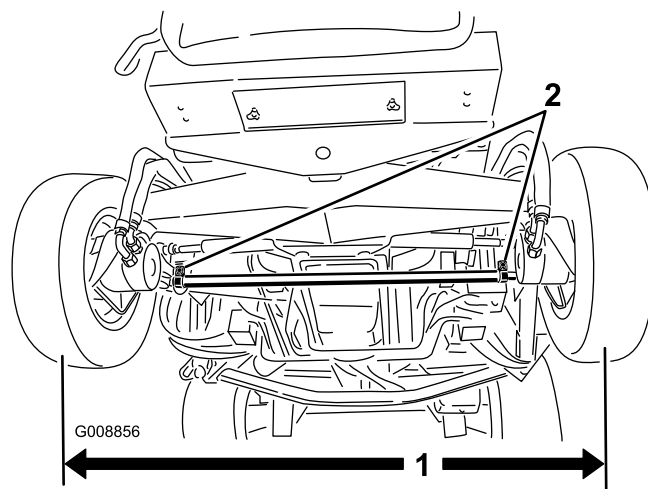

図 76
2. 調整は、まずタイロッド両端のクランプをゆるめる（図 76）。
1. 後輪の前と後ろで、左右のタイヤの中央線間距離を測る（アクスルの高さ位置で計測）（図 76）。前での測定値が、後ろでの測定値より小さく、その差が 3mm を超えなければ合格とする。